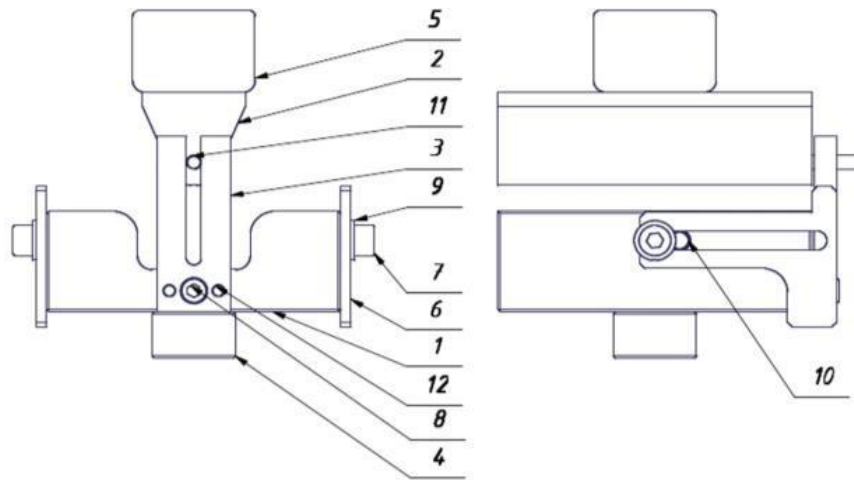

Рис. 3
- 6.1.4. Установити штамп згинання на шток приводу [2] (фіксатор [3]) (рис. 1), щоб напрямна шпилька [11] (рис. 3) розташовувалась у каналі упора (задня частина матриці згинання [3]) (рис. 3).
- 6.2.5. Установити основу [10] (рис. 3) так, щоб центр отвору шини збігався з віссю штока [5] циліндра [2] — (ВАЖЛИВО) (рис. 1).
- 6.2.7. Розмістити шину між штоком [2] та матрицею [1] насадки HGD121 (рис. 3).